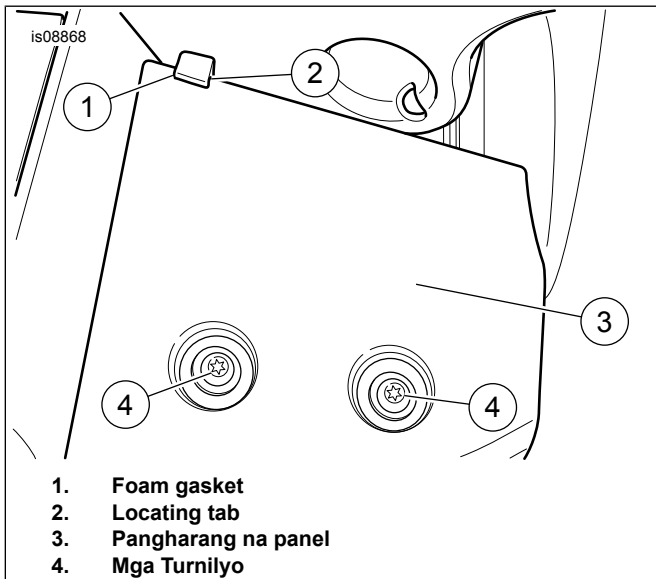

Figure 9. Pangharang na Panel at Locating Tab Foam
10. Tingnan ang Figure 9 . Magtupi ng piraso ng ginupit na gasket (1) sa ibabaw ng locating tab (2) ng pangharang na panel. Ikabit na panel (3). Maglagay ng isang patak ng Loctite 243-Blue sa malinis na mga rosкас (4) ng turnilyo. Ikabit ang mga turnilyo. Higpitan.